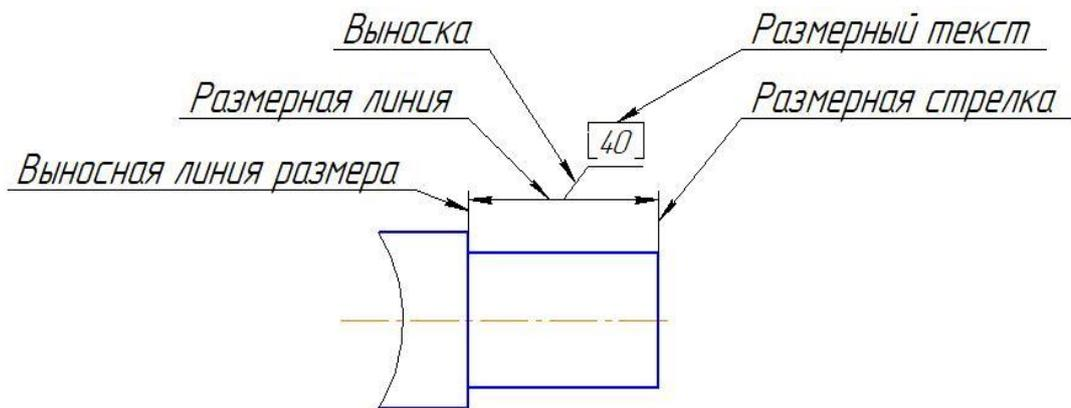

Рисунок 2 - Размерный примитив
- размерная линия - линия со стрелками, выполненная параллельно соответствующему измерению (рис. 2);
- выноски – используются тогда, когда простановка значения размерного текста размещается на полке (рисунок 2).